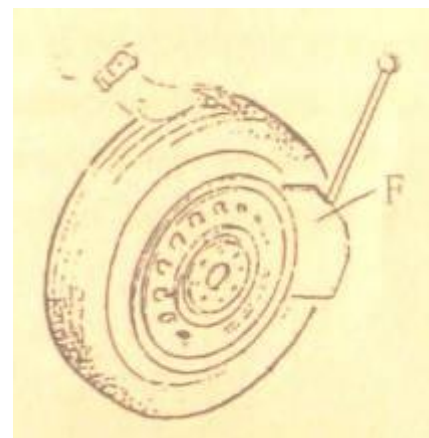

Рис.5
Установить шину напротив резинового буфера (S). Установить лопатку (F) рядом с бортом шины в 10 мм от края обода, как показано на рис.5.